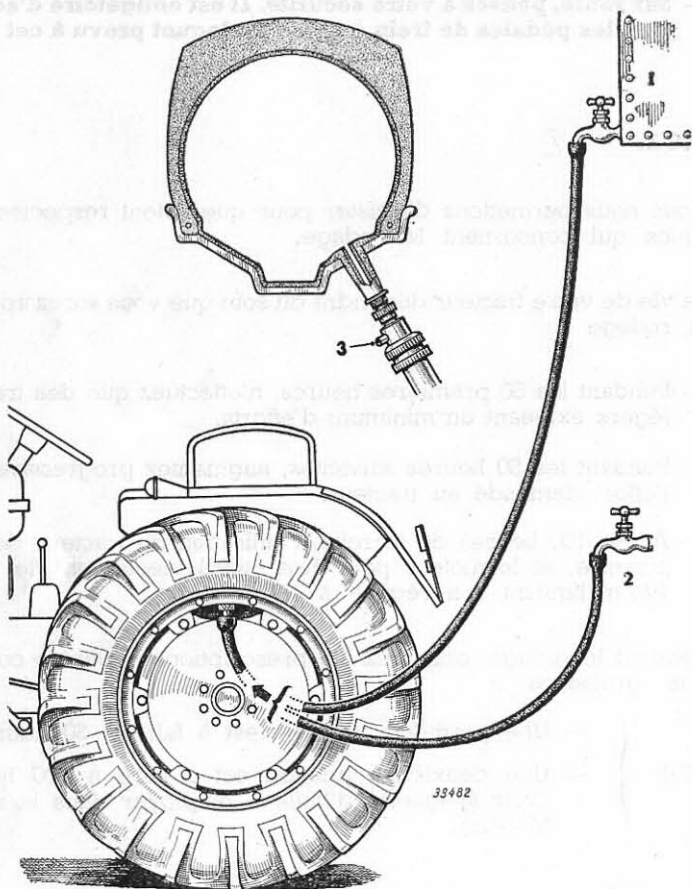

Figure 25. — Lestage des pneus arrière à l'eau.
L'opération de remplissage, de même que toutes les vérifications de pression, doivent toujours s'effectuer en ayant soin de mettre la valve en haut (voir fig. 25).
Pour le remplissage rationnel, il faut employer le raccord spécial muni d'un clapet d'évacuation d'air (voir fig. 25). Celui-ci se trouve dans la trousse d'outillage.
- 2° Placer la valve en haut (fig. 25).